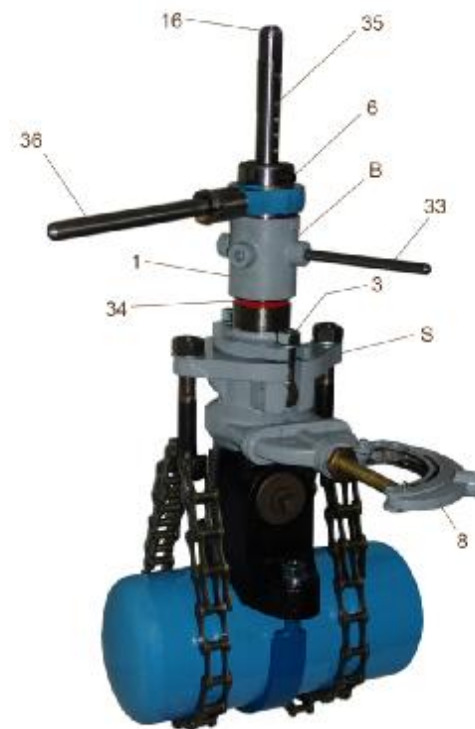

Abb. 2: Anbohrgerät komplett
Die Bohrstange (16) in der Bohrvorrichtung (B) ganz nach oben ziehen, Bohrvorrichtung (B) sodann auf den Spannkörper (S) aufsetzen und mit den Schwenkschrauben (3) verschrauben. (Siehe Abb. 2)